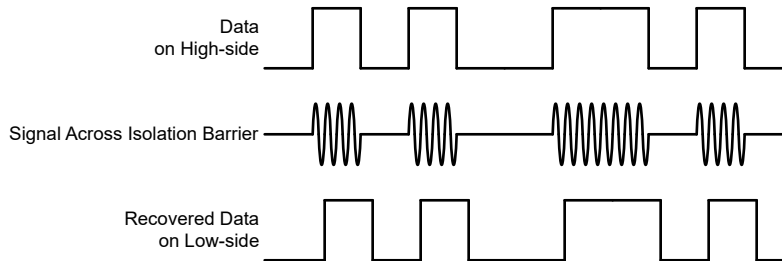

図 7-4. OOK ベースの変調方式
AMC23C15-Q1 は、SiO2 ベースの絶縁バリア越しにコンパレータの出力状態を送信するため、図 7-4 に示すオン / オフ・キーイング (OOK) 変調方式を採用しています。「機能ブロック図」に示す送信ドライバ (TX) は、デジタル 1 を表すために内部で生成された高周波キャリアを絶縁バリア越しに送信します。デジタル 0 を表す信号は送りません。